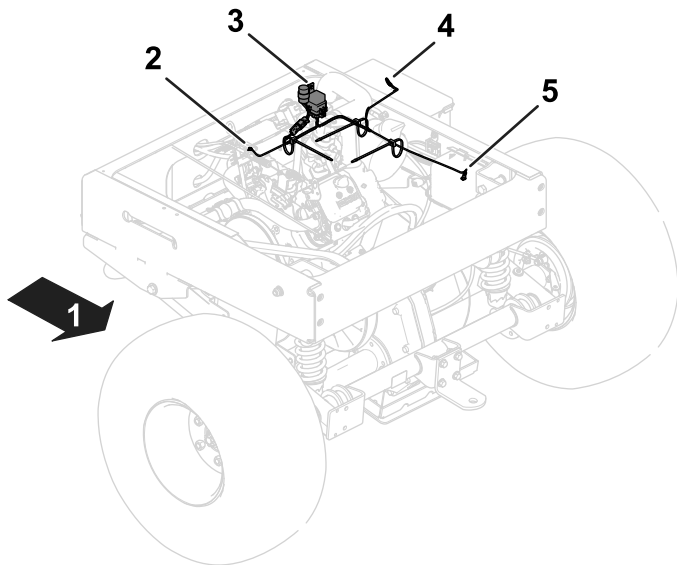

Bild 1
Verlegen und schließen Sie den Kabelbaum mit den folgenden Anweisungen und Bildern an. In Bild 1 finden Sie eine Übersicht der Kabelbaumposition.
- Befestigen Sie den Kabelschuh am Motorzündler, siehe Bild 1 für die Kabelbaumposition.
2. Schließen Sie den Kabelschuh des Kabelbaums am Minuspol der Batterie an, siehe Bild 1 für die Kabelbaumposition.